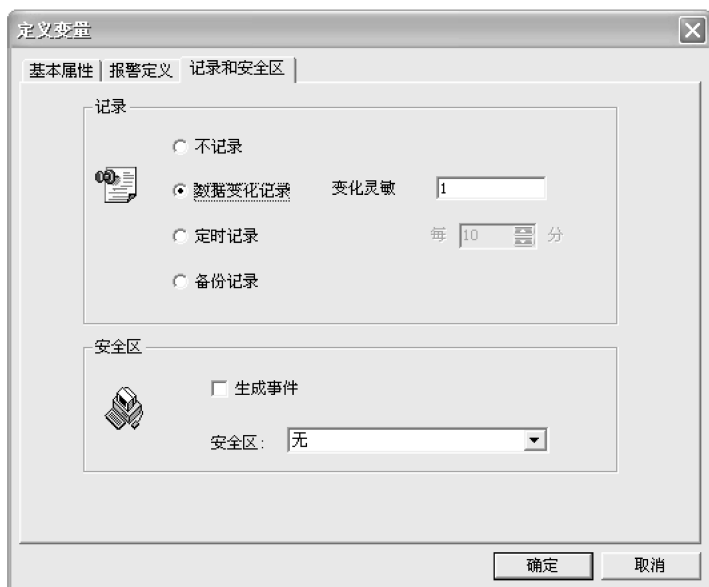

图 7-21 “记录和安全区”属性页
(1) 定义变量范围 由于历史趋势曲线数值轴显示的数据是以百分比来显示，因此对于要以曲线形式来显示的变量，需要特别注意变量的范围。如果变量定义的范围很大，例如 $-999999 \sim +999999$ ，而实际变化范围很小，例如 $-0.0001 \sim +0.0001$ ，这样，曲线数据的百分比数值就会很小，在曲线图表上就会出现看不到该变量曲线的情况。
(2) 对某变量作历史记录 对于要以历史趋势曲线的形式显示的变量，都需要对变量做记录。在组态王中，离散型、整型和实型变量支持历史记录，字符串型变量不支持历史记录。组态王的历史记录形式可以分为数据变化记录、定时记录（最小单位为 1 min）和备份记录。记录形式的定义通过变量属性对话框中提供的选项完成。在组态王工程浏览器中单击“数据库”项，再选择“数据词典”选项，选中要做历史记录的变量，双击该变量进入“定义变量”对话框，选择“记录和安全区”属性页，如图 7-21 所示。